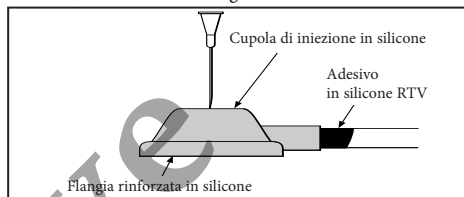

FIGURA 3
- a) Inserire un ago nuovo, sterile, da 21 G (o più piccolo) nell'unità di iniezione. Idealmente, l'ago dovrebbe penetrare perpendicolarmente alla sommità dell'unità, come illustrato in Figura 3.